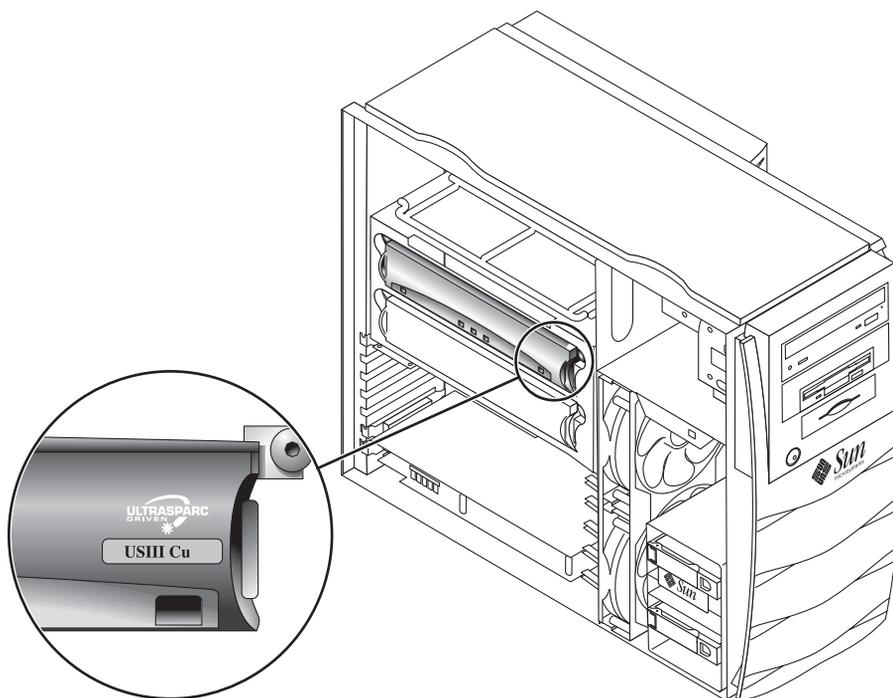

图 16 UltraSPARC III Cu CPU 模块
**注意** – UltraSPARC III Cu CPU 模块标记为 “USIII Cu”（图 16）。